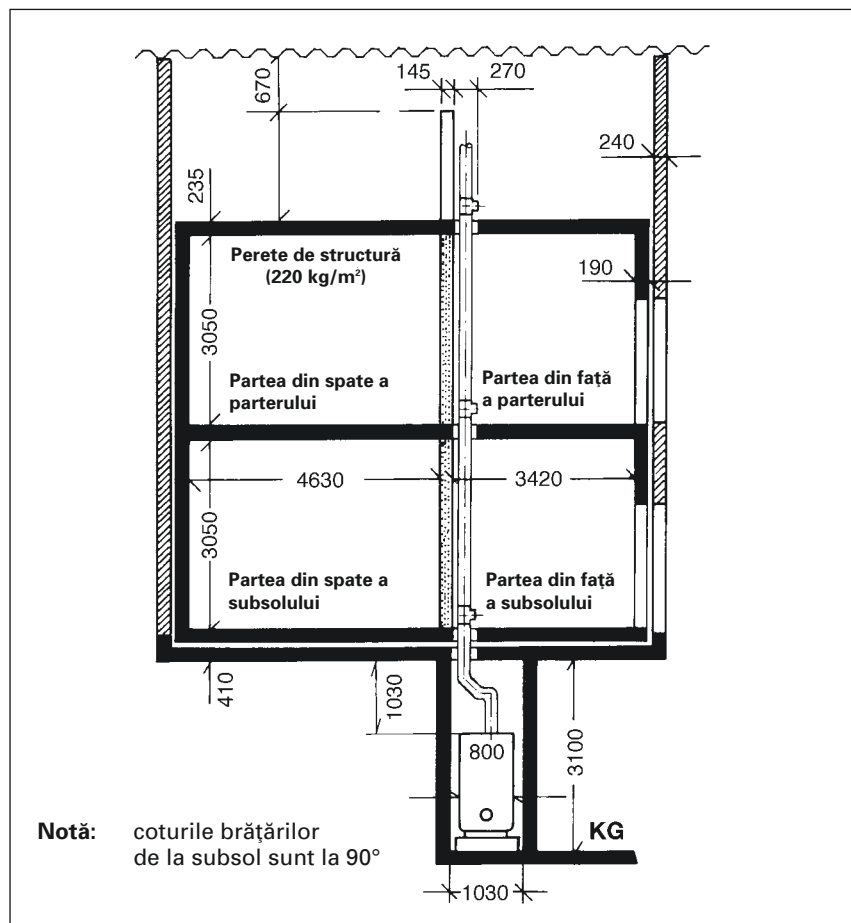
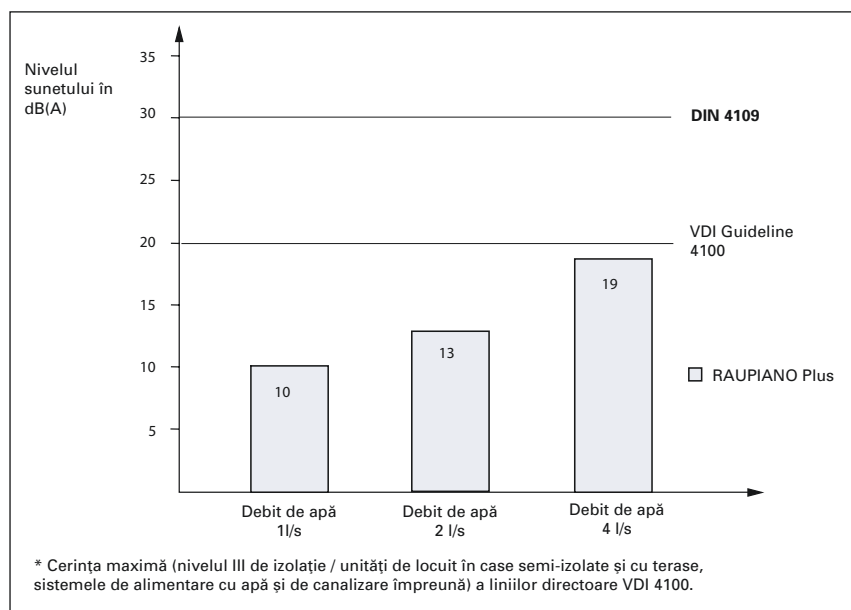

Fig. 4: Testul de instalare al Institutului Fraunhofer pentru fizica construcțiilor (toate dimensiunile sunt în mm)
Fig. 5: Rezultatele măsurate la parter
Fig. 4 prezintă structura schematică a stării testului privind izolația al IBP. Aplicarea sarcinii pe sistem a fost realizată cu un debit de 1,0, 2,0 și 4,0 l/s (4 l/s corespunde la 12 la 13 unități de locuit). Rezultatele testului prezintă niveluri de sunet semnificativ scăzute în spatele peretelui structurii în comparație cu țeava HT convențională (masă pe zonă de unitate de 220 kg/m², grosimea peretelui de 115 mm plus tencuiala). Conform DIN 4109, acest perete structural corespunde celui mai ușor perete cu un singur strat pe care pot fi montate conductele de canalizare. Dacă instalația este realizată pe pereți mai grei, rezultă o reducere suplimentară a nivelului sunetului. Rezultatele măsurate la parter sunt arătate în Fig. 5. Proprietățile de izolare fonică remarcabile ale RAUPIANO Plus sunt bine documentate aici. Proiectare și cererile de oferte în conformitate cu Liniile directe VDI 4100 pot fi realizate atâta timp cât se conformează informațiilor furnizate în documentele noastre tehnice, precum și instrucțiunilor date în standarde. Printre alte lucruri, liniile directe VDI 4100 stipulează un nivel de sunet de până la 20 dB (A) pentru unitățile de locuit din casele semi-izolate și cu terase 25 dB (A) pentru unitățile de locuit din locuințele pentru mai multe familii (vezi Tabelul 1).